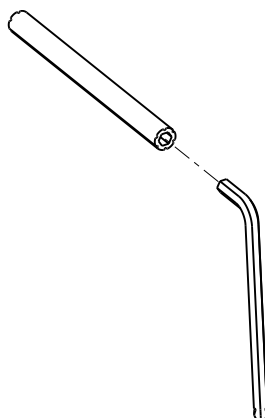

Figura 18 – Chave sextavada e extensão da ferramenta de remoção
2. Retire a chave sextavada e a extensão da ferramenta de remoção do conjunto da tampa central (Figura 18).